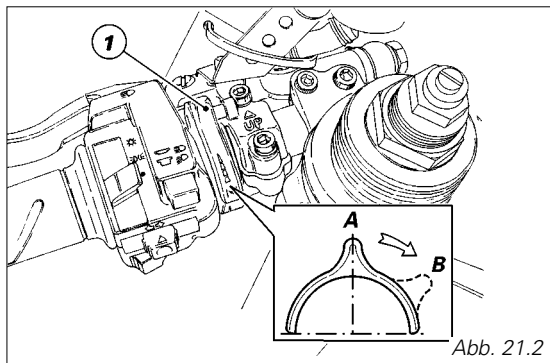

Abb. 21.2
2) Den Starterhebel in die Position (B) (Abb. 21.2) bringen.
4) Den Starterhebel (1) zur senkrechten Position hin bewegen (Abb. 21.2).